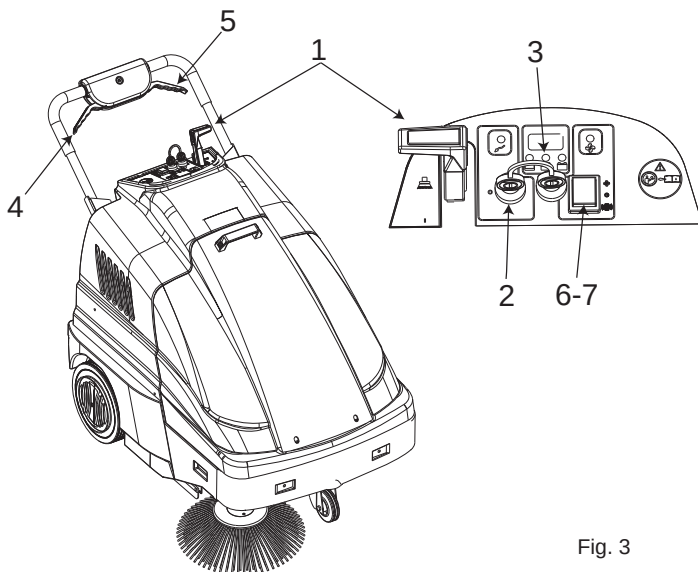

Fig. 3
- Amener le levier de soulèvement de la brosse (pos. 1 Fig. 3) en position « 0 ».
- Vérifier que la brosse latérale pos. 1 Fig. 3 est en position « 0 ».
- Amener en position « I » l'interrupteur à clé pos. 2 Fig. 3.
- Après avoir tourné la clé, attendre environ 10" que la machine démarre. Contrôler avec l'indicateur pos. 3 Fig. 3 que la batterie est complètement chargée avant de commencer le travail, dans le cas contraire, recharger la batterie.
- Activer l'aspirateur en amenant en position « I » l'interrupteur pos. 7 Fig.3.
Éteindre l'aspirateur en amenant en position « 0 » l'interrupteur pos. 7 Fig. 3, lors de l'utilisation pour le déplacement.
- Tirer le levier de traction pos. 4 Fig. 3 et effectuer le nettoyage. Si nécessaire, actionner le levier pos. 1 Fig. 3 en l'amenant en position « I » pour enclencher la brosse latérale. À la fin du travail, amener le levier de la brosse latérale en position « 0 » (si elle a été utilisée), éteindre la machine et retirer les clés du panneau de commande.
La durée de vie de la batterie dépend de l'entretien courant et du niveau de décharge. Ne pas laisser la charge de la batterie descendre au-dessous de la limite indiquée par les témoins de la pos.3 Fig.3.